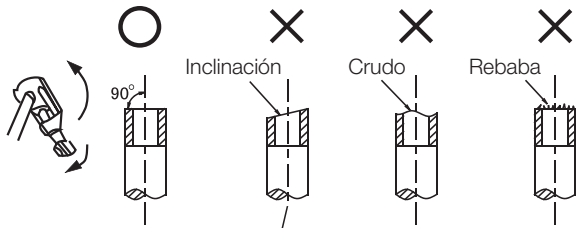

Fig. 12-1
- Cortar una cañería con una trincheta para cañerías (ver Fig. 12-1)